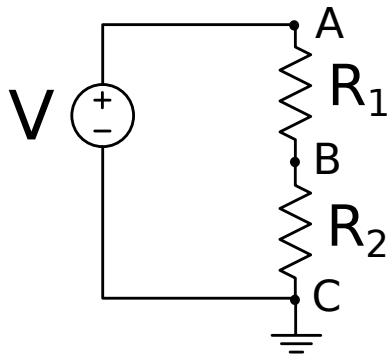

Figura 1.7: Montaje para el estudio de la Ley de Ohm.
Para estudiar experimentalmente la ley de Ohm, vamos a realizar el montaje que se muestra en la figura 1.7 en el laboratorio. En esta figura, las resistencias están conectadas en serie, por lo que la corriente que atraviesa R_1 y R_2 es la misma. Por ello, podemos deducir que en el anterior montaje, la caída de tensión en cada una de las resistencias será proporcional al valor
3. Realice el montaje experimental de la figura 1.7. Seleccione tres valores diferentes de la tensión de la fuente. Para cada uno de ellos complete la siguiente tabla incluyendo las unidades en cada una de las medidas.